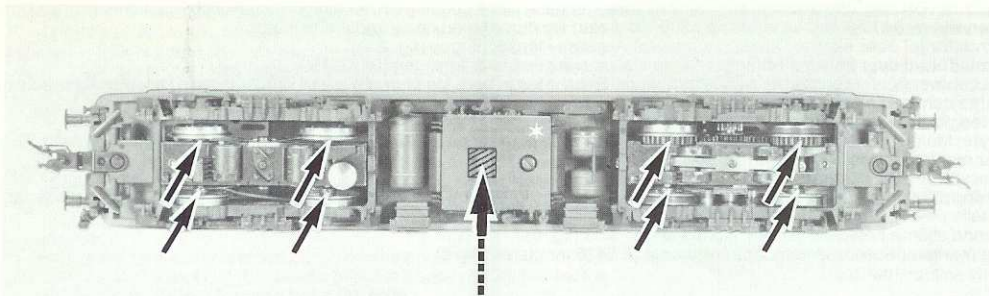

Fig. 6
\* Dieser Stern bezeichnet die Masse-führende "gemeinsame Seite" der Lok (Fig. 6).
**Ölen:** Geölt wird Motor und Getriebe nur an den gekennzeichneten Lagerstellen (Fig. 6, 7, 8).
An der markierten Stelle kann der **Schaltmagnet 9426** eingebaut werden (Fig. 6).
**Lubrication:** The motor and gear-box need only be lightly oiled at the bearing points marked (fig. 6, 7, 8). Only use FLEISCHMANN oil 6599. Only put a tiny drop in each place (→), otherwise it will be overoiled. An applicator needle is located in the cap of the oil bottle for your use.
\* This star indicates the so called "common side" of the loco (fig. 6).
The indicated point can be used for locating the **switching magnet 9426** (fig. 6).
**Graissage:** Le moteur et les engrenages doivent être huilés uniquement aux endroits indiqués (fig. 6, 7, 8). N'utilisez que l'huile recommandée FLEISCHMANN 6599. Une seule goutte par point à lubrifier (→) afin d'éviter tout excès. L'aiguille montée dans le bouchon du petit flacon convient parfaitement à cet usage.
\* Cette étoile indique le côté "masse" de la locomotive, qui est "commun" aux deux alimentations ci-dessus (fig. 6).
L'aimant permanent 9426 peut être monté à l'endroit indiqué (fig. 6).
**Olieën:** De motor en de aandrijving hoeven alleen op de aangegeven plaatsen geolied te worden (fig. 6, 7, 8). Alleen FLEISCHMANN-olie 6599 gebruiken. Een klein druppeltje per smeerpunt (→) is heus voldoende, anders wordt de zaak te vet. Voor een juiste dosering het spuitje gebruiken dat wordt bijgeleverd in het olieflasje.
\* Deze ster kenmerkt de massa-voerende "gemeenschappelijke kant" van de lok (fig. 6).
Op de gemerkte plaats kan de **schakelmagneet 9426** gemonteerd worden (fig. 6).
**Inoljning:** Motor och drev inoljas endast på de visade lagren (fig. 6, 7, 8). Använd bara FLEISCHMANN-olja **6599**. Endast en droppe per ställe (→), annars blir det för mycket. Använd nålen, som är fäst i loket till oljeflaskan får dosering.